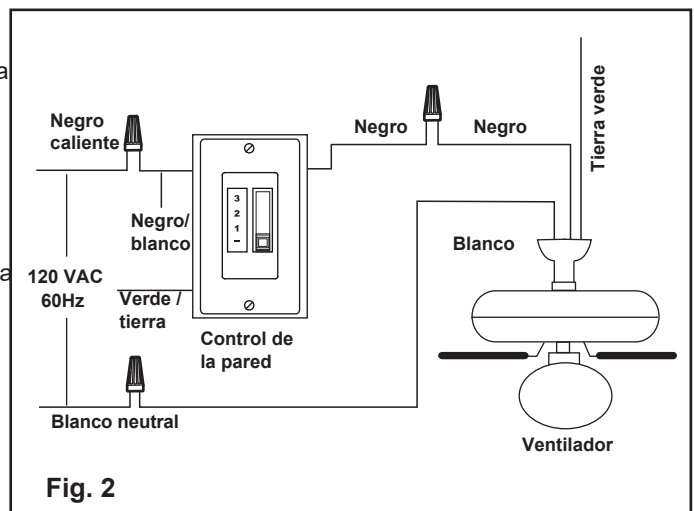

Fig. 2
2. Make wire connections (Figure 2) and secure with wire nuts supplied.
2. Effectuez les connexions de fils (Figure 2) et fixez-les avec les serre-fils fournis.